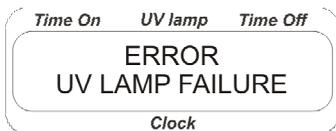

Abb. 6 UV-Lampen-Ausfallanzeige
4.12. Wenn die Anzeige ERROR UV LAMP FAILURE (FEHLER AUSFALL UV-LAMPE) auf dem Display erscheint (Abb. 6), funktioniert/funktionieren die Lampe/n nicht. Sie müssten die UV-Lampe austauschen (befolgen Sie die Anleitungen in Absatz 6.7 Technische Wartung).